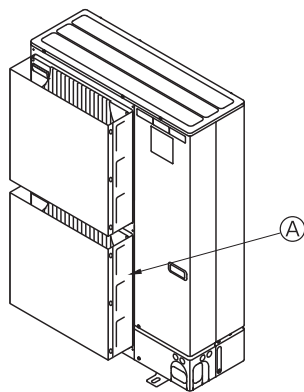

Fig. 3-3
- Τοποθετήστε έναν προαιρετικό οδηγό αέρα, εάν πρόκειται να εγκαταστήσετε τη μονάδα σε σημεία όπου υπάρχει ενδεχόμενο να φυσούν απευθείας στο στόμιο εξαγωγής του αέρα πολύ δυνατοί άνεμοι κτλ. (Fig. 3-3)